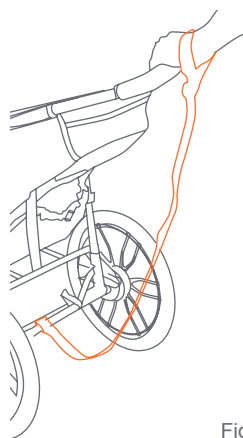

Fig. 18b
- **CORREA DE SEGURIDAD PARA LA MUÑECA:** Siempre conecte la correa de seguridad a cualquiera de las muñecas al trotar. Esta correa evitará que el carrito ruede fuera de su alcance en caso de que usted se tropiece mientras corre (Fig. 18b).